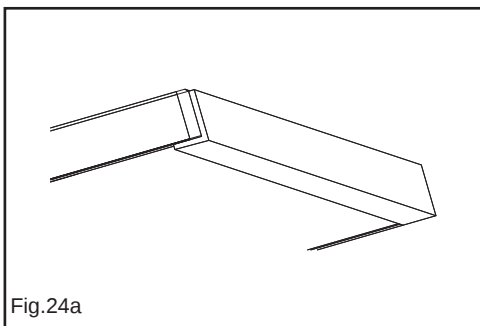

Fig.24a
- Incollare la guarnizione adesiva di protezione al cappello in vetro (Fig.24a).